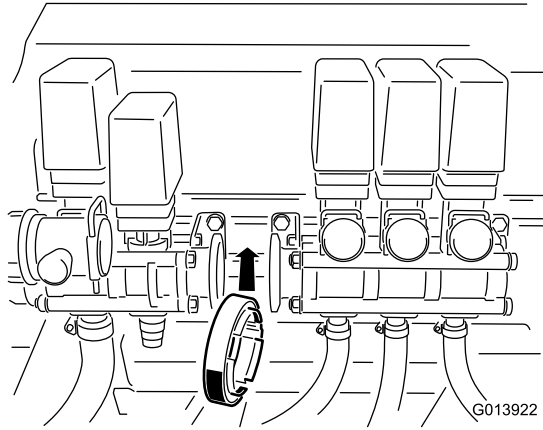

Figure 8
20. Repoussez l'ensemble vannes de rampe vers la nouvelle vanne de mélange jusqu'à ce que les 2 adaptateurs soient de niveau avec le joint intermédiaire (Figure 8).